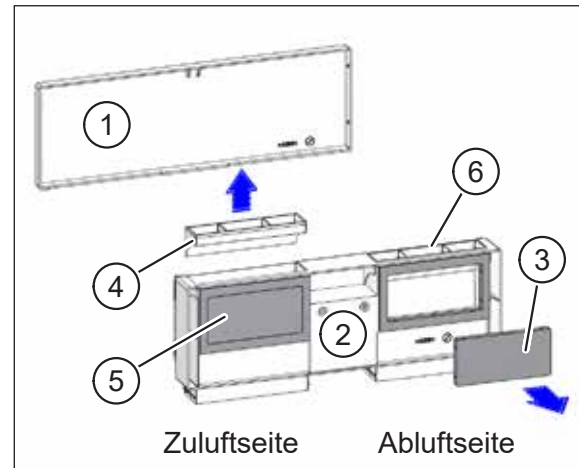

Abb. 42: Kanaladapter vorbereiten – Ansicht auf die Rückseite
In Kombination mit dem optionalen Kanaladapter M-WRG-II KA-UP können Sie an das Lüftungsgerät abluftseitig (Beispiel in Abb. 42), zuluftseitig oder beidseitig ein Flachkanal- oder Flexrohrsystem anschließen. Der Kanaladapter muss abhängig von der gewählten Konfiguration vorbereitet werden.
- ▶ Ziehen Sie die Abdeckung (Pos. 1 in Abb. 42) vom Kanaladapter (Pos. 2 in Abb. 42) ab.
- **Kanalanschluss nur an der Abluftseite:** Entfernen Sie die Wanddichtung an der Abluftseite (Pos. 3 in Abb. 42) und den Luftleitdeckel an der Zuluftseite (Pos. 4 in Abb. 42).
- **Kanalanschluss nur an der Zuluftseite:** Entfernen Sie die Wanddichtung an der Zuluftseite (Pos. 5 in Abb. 42) und den Luftleitdeckel an der Abluftseite (Pos. 6 in Abb. 42).
- **Kanalanschluss an der Abluft- und Zuluftseite:** Entfernen Sie die Wanddichtung an der Abluftseite (Pos. 3 in Abb. 42) und an der Zuluftseite (Pos. 5 in Abb. 42). Beide Luftleitdeckel (Pos. 4 und 6 in Abb. 42) verbleiben im Kanaladapter.